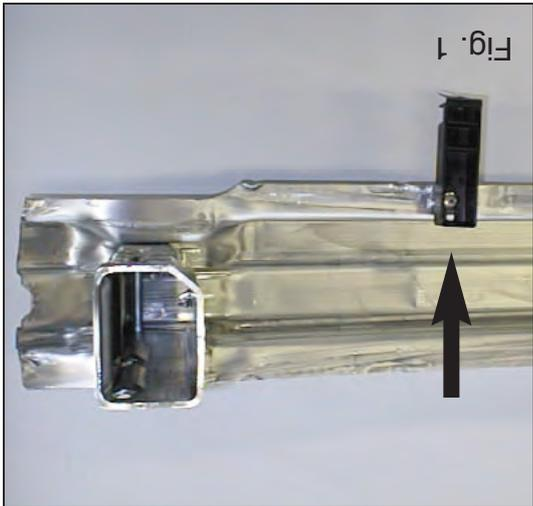

Fig. 1
2. Verwijder, indien aanwezig, van de binnenbumper de tijdsensor. Verwijder de binnenbumper inclusief steunen. Deze komen te vervallen. Boor links en rechts de popnagels uit de kunststof-bumperssteunen van de binnenbumper. (zie fig. 1.) Plaats deze d.m.v. het aangegeven bevestigingsmateriaal aan de onderzijde van de buis van de trekhaak. Verwijder de kitwasiagaag ter plaats van de bevestigingspunten. **Voor de Audi 2005-> modellen geldt:** Verwijder de kunststof pluggen uit het chassis.
2. Remove if present the time sensor from the inner bumper. Remove the inner bumper and its supports. They will no longer be needed. Drill out the rivets on the right and left of the plastic bumper supports on the inner bumper (see fig. 1). Position them on the underside of the tow bar tubing using the indicated fastening materials. Remove the glue/wax layer at the attachment points. **For Audi 2005-> versions:** Remove the plastic plugs from the underside of the chassis.
2. Falls vorhanden den Zeitsensor von der Innenstoßstange entfernen. Anschließend die Innenstoßstange einschließlich der Halterungen entfernen. Die Halterungen werden nicht mehr benötigt. Links und rechts die Nieten aus den Kunststoffstoßstangenhalterungen der Stoßstangeninnenverkleidung herausbohren (siehe Abb.1). Diese mit Hilfe des angegebenen Befestigungsmaterial an der Unterseite des Rohrs der Anhängervorrichtung anlegen. Die Kitt/Wachsschicht bei den Befestigungspunkten entfernen. **Für Audi 2005->modellen gilt:** Die Kunststoffstöpsel von der Unterseite des Langträger entfernen.
- * Enlever si presents le capteur horaire du pare-chocs intérieur. Déposer le pare-chocs intérieur ainsi que ses supports. Ils ne seront plus utilisés. Extraire en perçant à gauche et à droite les faux rivets des supports de pare-chocs en matière synthétique du pare-chocs interne (voir fig. 1).
2. Enlever si présents le capteur horaire du pare-chocs intérieur. Déposer le pare-chocs intérieur ainsi que ses supports. Ils ne seront plus utilisés. Extraire en perçant à gauche et à droite les faux rivets des supports de pare-chocs en matière synthétique du pare-chocs interne (voir fig. 1).
2. Rimuovere se presente il sensore dall'anima del paraurti. Rimuovere l'anima del paraurti con i sostegni. L'anima non dovrà essere rimontata del paraurti. (vedi fig. 1.) Posizionare i sostegni sotto il traverso del gancio traino, fissandoli con il materiale di fissaggio in dotazione. Rimuovere lo strato di mastice dai punti di fissaggio. **Per i modelli Audi 2005-> vale quanto segue:** Rimuovere i tappi in plastica da sotto il telaio.
2. Avlägsna om dessa finns tidssensorn från stötfångarens innanmäte. Avlägsna innanmätet inklusive stagen. Dessa förfaller. Borra till höger och vänster ut hålnitarna ur plaststagen för stötfångarens innanmäte. (se fig. 1.) Placera dessa med det angivna monteringsmaterialet mot undersidan av dragkrokens rör. Avlägsna kitt-/vaxlagret från monteringspunkterna. **För Audi modeller 2005->**: Ta bort plastpluggarna från undersidan av chassit.